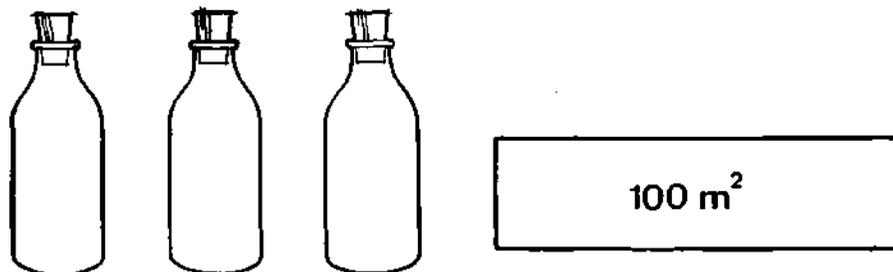

fig. 8
f) Tome nota de quantos litros de água foram gastos na área de 100 m² (fig. 8).